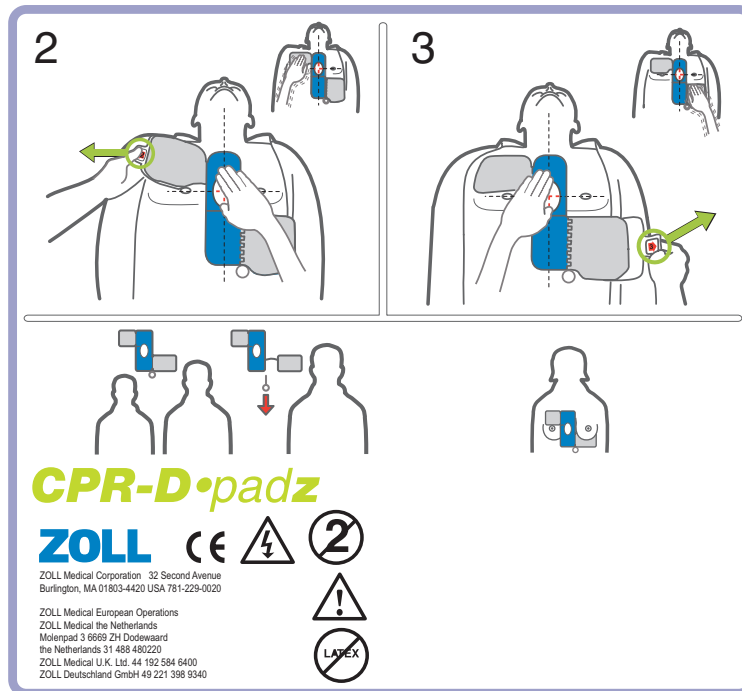

Abbildung 5: Anbringen der CPR-D padz.
1. Reißen Sie die Elektrodenpackung auf und entfalten Sie die Elektroden. Orientieren Sie sich an den Grafiken (siehe Abbildung 5).